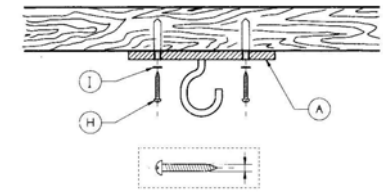

Fig 4
- Après avoir vérifié que la poutre est assez résistante pour supporter le poids du ventilateur en mouvement (mini 25 kg - fig. 4)
- Deux vis (H) et rondelles de sécurité (I) sont fournies pour fixer le support crochet en tôle à une poutre en bois.